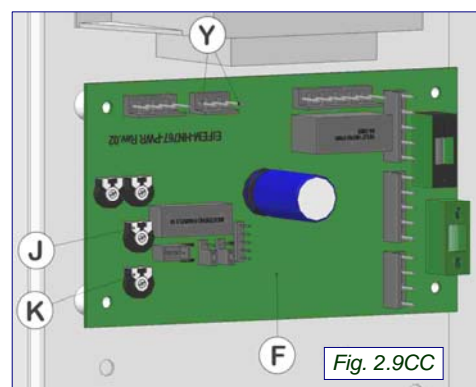

Fig. 2.9CC
Au terme de la transformation, il faudra sceller la vis (A) du régulateur de débit de gaz et celle du trimmer (K) de la centrale (F) (Fig. 2.9C) avec du vernis adapté à l'usage.